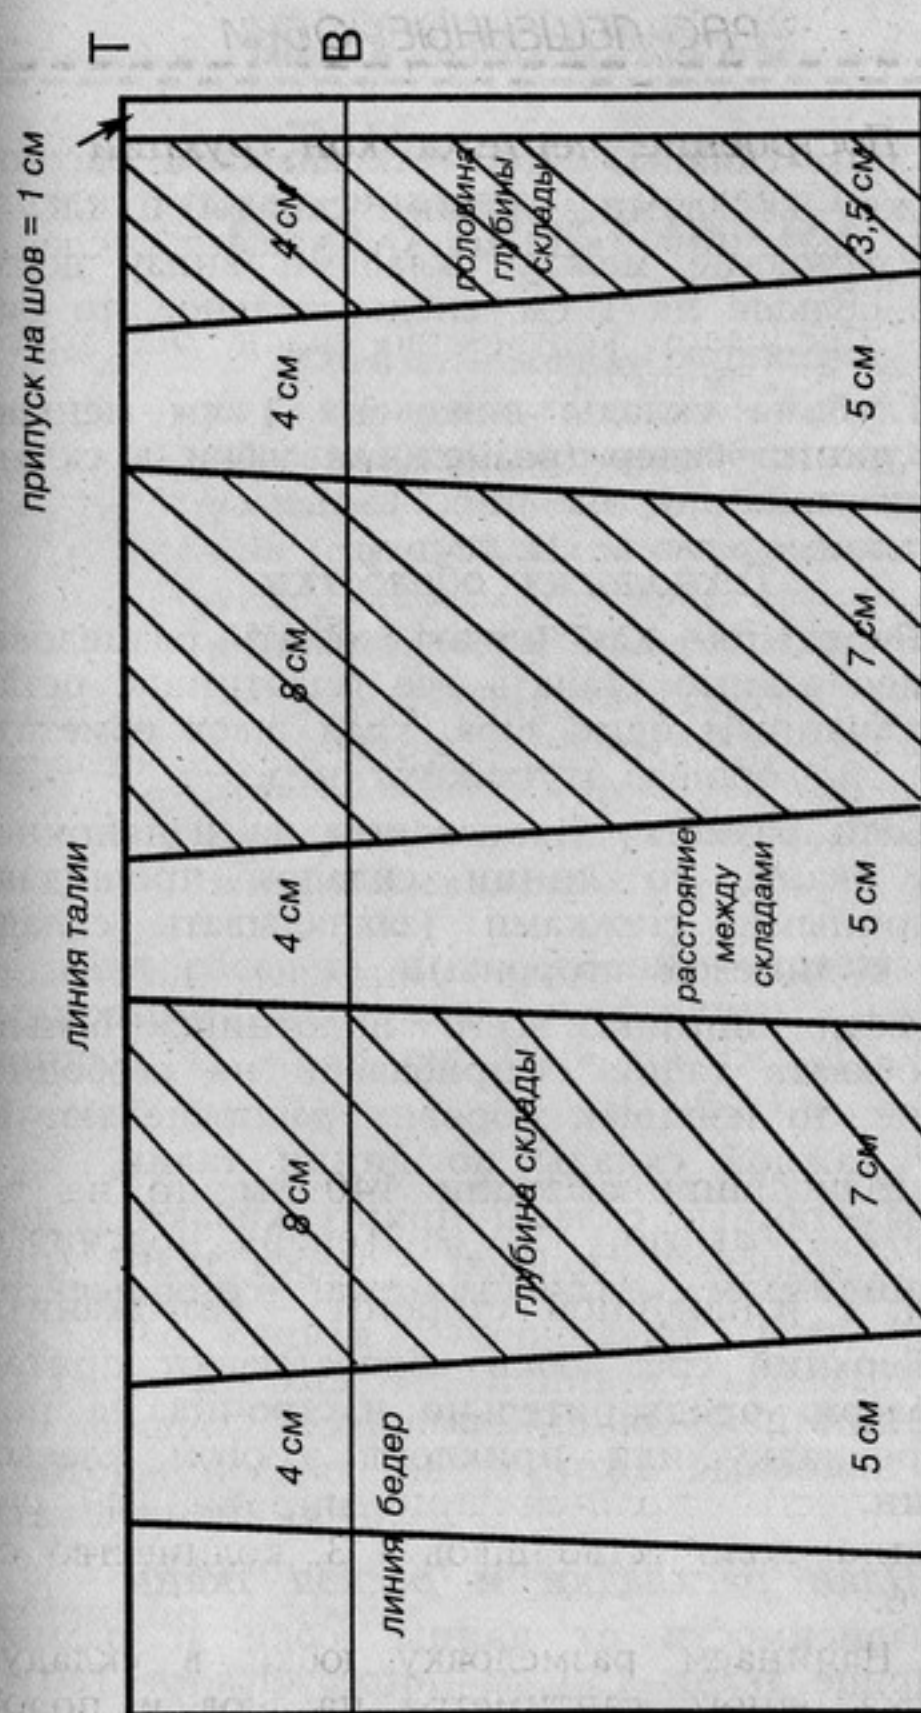

Рис. 154. Размеловка юбки с круговыми односторонними складами
9. Глубина складки внизу на 1 см меньше, чем по линии бедер (размеловка юбки в складку на ткани показана на рис. 154).